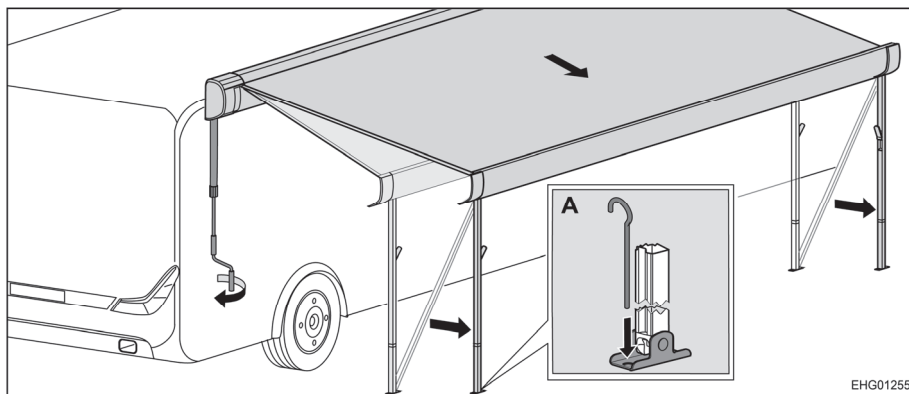

Fig. 51 Placer le store extérieur en position finale
- Fixer les pieds d'appui dans le sol avec des piquets (Fig. 51,A).